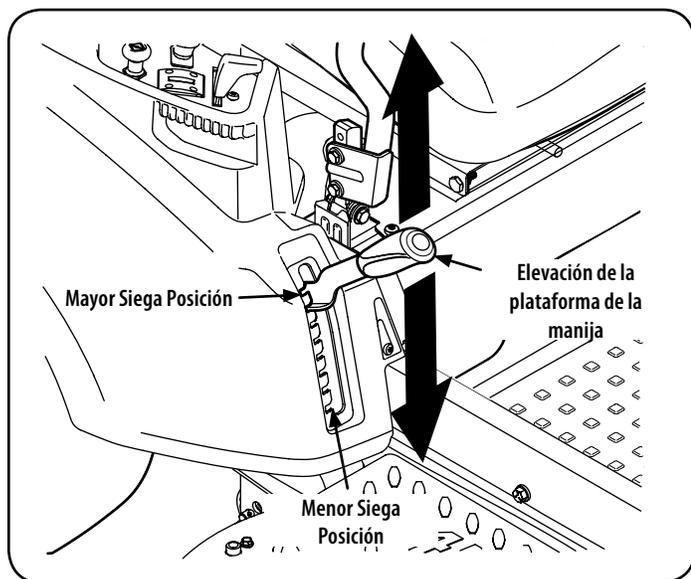

Figura 30
- a. Usando la manija de elevación de la plataforma, levante la plataforma a la posición que le ofrece mayor recorrido horizontal de la correa entre las poleas locas de la plataforma y la polea toma de fuerza en la parte inferior del motor. Ver Figura 30.
- d. Baje la plataforma hasta la posición más baja usando la manija de elevación de la cubierta. Ver Figura 30.
1. Coloque la manija de elevación de la plataforma en la posición más alta corte Ver Figura 30 .